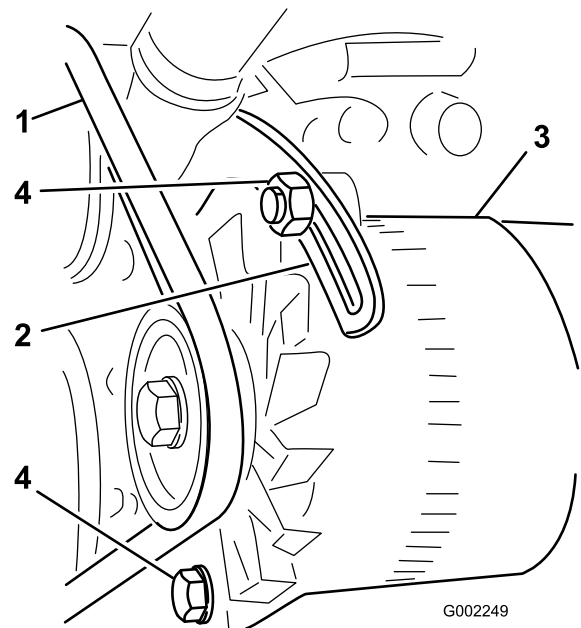

Figura 95
3. Afloje el perno del punto de pivote del alternador; afloje el perno que fija el alternador al tirante ranurado (Figura 95).